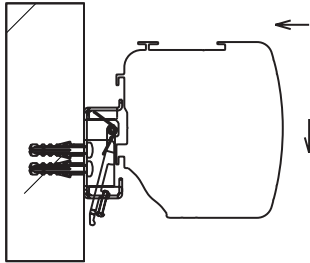

Abbildung 3
2. Heben Sie nun das Leinwandgehäuse an und führen es vorsichtig in die Montagebügel ein. Achten Sie darauf, dass die Gehäuseprofile in die Haken der Montagebügel greifen. Lassen Sie das Gehäuse nun langsam nach unten gleiten. Die Leinwand sollte mit einem Klickgeräusch hörbar einrasten. (siehe **Abb.3**)